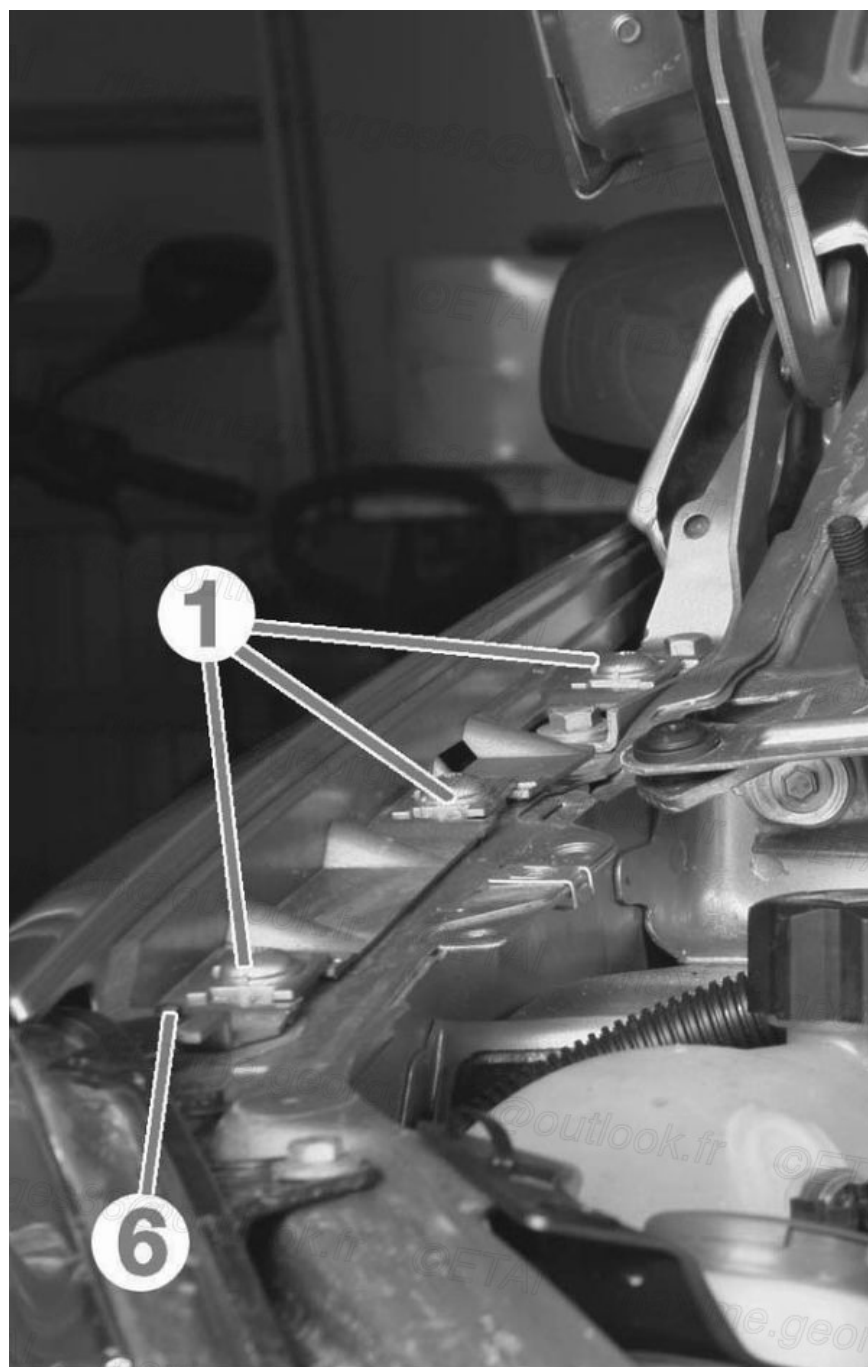

Fig. 11
- Déposer les fixations (1) en les faisant tourner d'un quart de tour chacune (**Fig.11**)
- Dégager l'aile avant (en (6)) (faire attention de ne pas casser la patte du projecteur) (**Fig.11**)